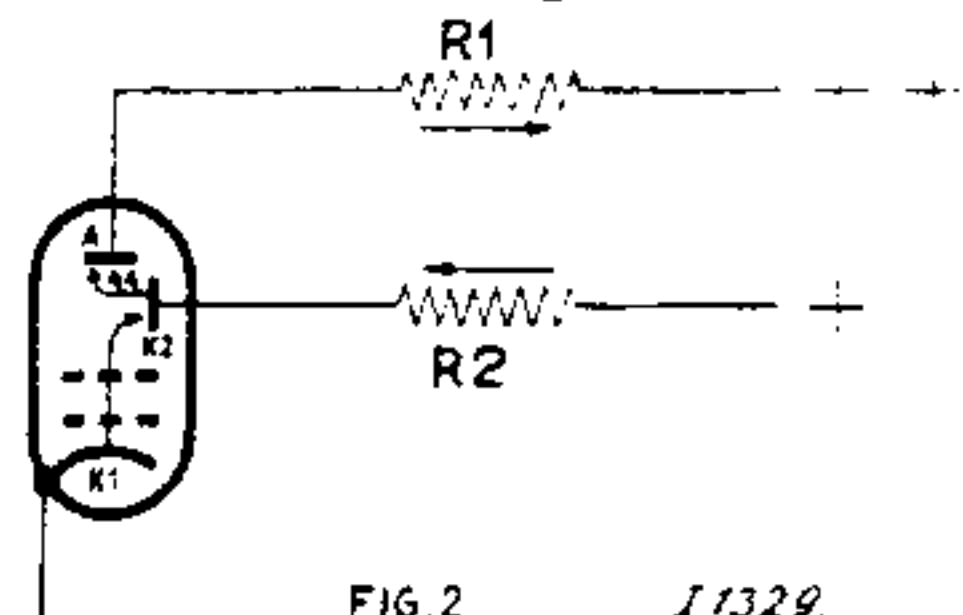

FIG. 2 11329
Tengevolge van het elektronenbombardement op de secundaire kathode (K2), worden hieruit elektronen vrijgemaakt, die op de anode (A) terechtkomen. De hoeveelheid elektronen die op A terechtkomt is groter dan die K1 verlaat. Fig. 2 toont aan, dat de stroomen in R1 en R2 tegengesteld gericht zijn. De EE1 zorgt dus voor phasedraaiing, zodat het mogelijk is tussen deze buis en de in balans geschakelde eindtrap weerstandkoppeling toe te passen. Tevens maakt de zeer groote steilheid van de EE1, microfoon-voorversterking overbodig.